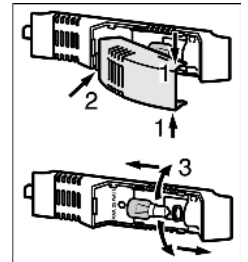

Fig. 18
- ▶ Tag fat i lampeafdækningen oppe og nede *Fig. 18 (1)*.
- ▶ Frigør lampeafdækningen bagved, og tag den ud *Fig. 18 (2)*.
- ▶ Udskift lampen *Fig. 18 (3)*.